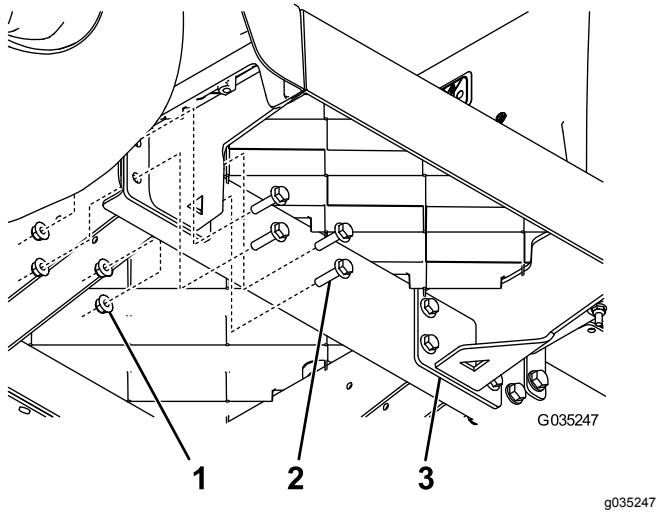

Figura 5
4. Instale um novo suporte da placa do piso com oito parafusos de cabeça flangeada (5/16 pol. x 1 1/4 pol.) e oito porcas flangeadas (5/16 pol.), como se mostra na Figura 5.
6. Instale o outro novo suporte da placa do piso utilizando oito parafusos de cabeça flangeada (5/16 pol. x 1 1/4 pol.) e oito porcas flangeadas (5/16 pol.), como se mostra na Figura 5.